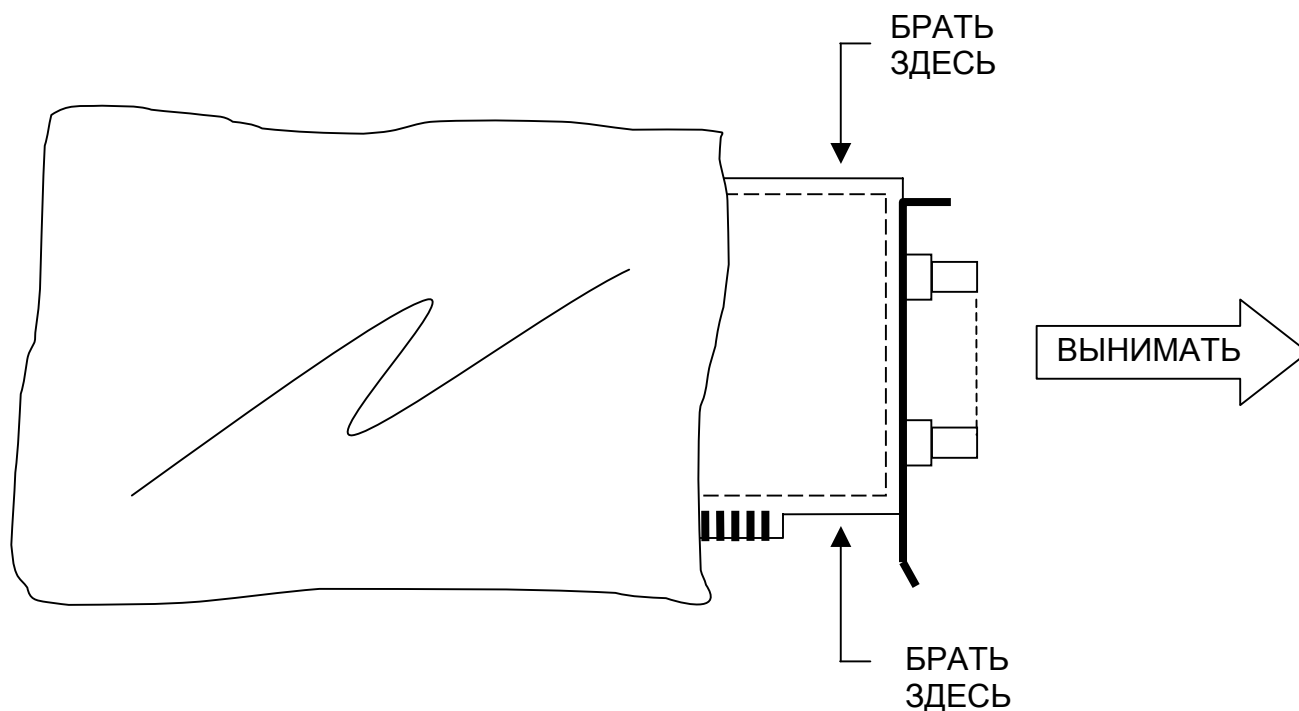

Рис. 6. 1
4) Выньте плату из коробки. Выньте плату из пакета, как показано на рисунке (Рис. 6. 1).
ВНИМАНИЕ! Плату брать только за ребра или кронштейн (см. Рис. 6. 1). Не прикасаться к деталям и печатным проводникам платы,